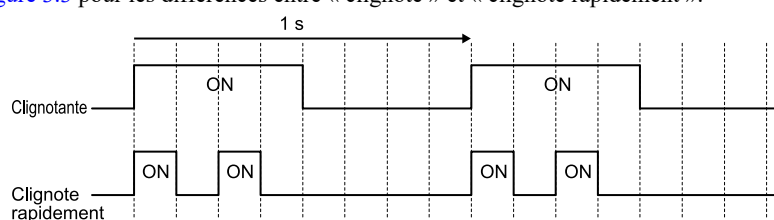

Figure 3.3 États de clignotement de la DEL
*1 Reportez-vous à la Figure 3.3 pour les différences entre « clignote » et « clignote rapidement ».